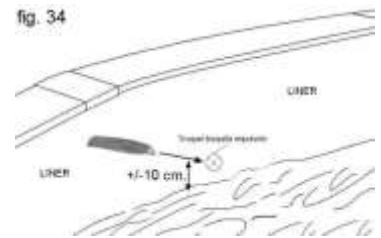

fig. 34
1) Una vez que el agua este a +/-10 cm. (fig. 34), por debajo del borde inferior de la boquilla, marcar el orificio en el liner con un rotulador, con ayuda de una cuchilla, desde dentro de la piscina hacia fuera, cortar con cuidado y en forma de cruz el liner, sin rebasar el agujero troquelado.